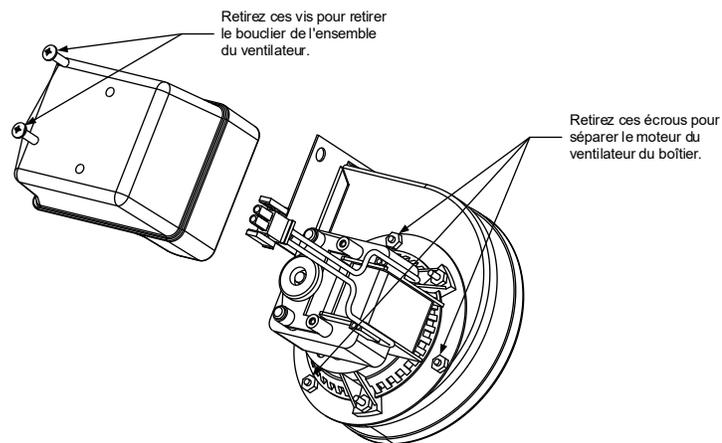

Figure 9
2. Retirer le blindage du moteur de ventilateur et séparer le moteur du ventilateur du boîtier comme indiqué sur l'illustration ci-dessous (voir Figure 9).